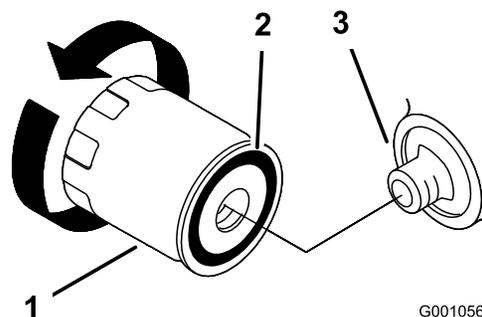

Figure 42
2. Déposez le filtre à huile usagé et essuyez la surface du joint de l'adaptateur (Figure 42).
5. Appliquez une fine couche d'huile neuve sur le joint en caoutchouc du filtre de rechange (Figure 42).
6. Posez le filtre à huile de rechange sur l'adaptateur, tournez le filtre dans le sens horaire jusqu'à ce que le joint en caoutchouc touche l'adaptateur, puis serrez le filtre de 2/3 de tour à 1 tour supplémentaire (Figure 42).